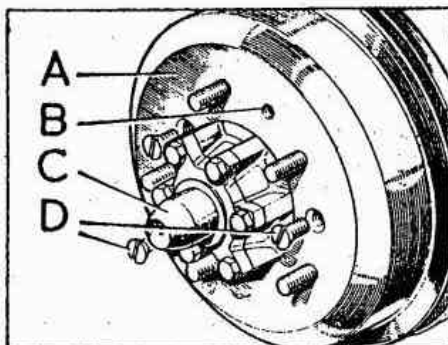

Fig. E -10 - Desmontaje del tambor de freno
1.2. Desmontar el tambor del freno, A (Fig. E -10).